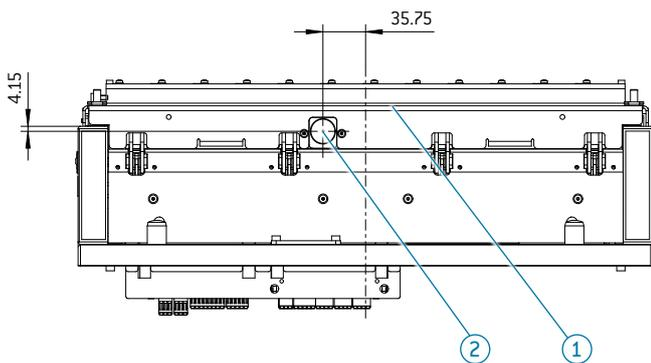

Abb.173
- ① Adapter
- ② Turck Datenträger
- ③ Halter Datenträger
- ④ Tisch
- ⑤ SICK Schreib-, Lesekopf
- ⑥ Receiver
- ⑦ Montageplatte
- Wird das System mit kundeneigenem Tisch und anderem RFID Schreib-, Lesekopf betrieben, sind in Bild .173 die nötigen Maße der vorgesehenen Einbaurichtung des Datenträgers (2) im Adapter (1) dargestellt.